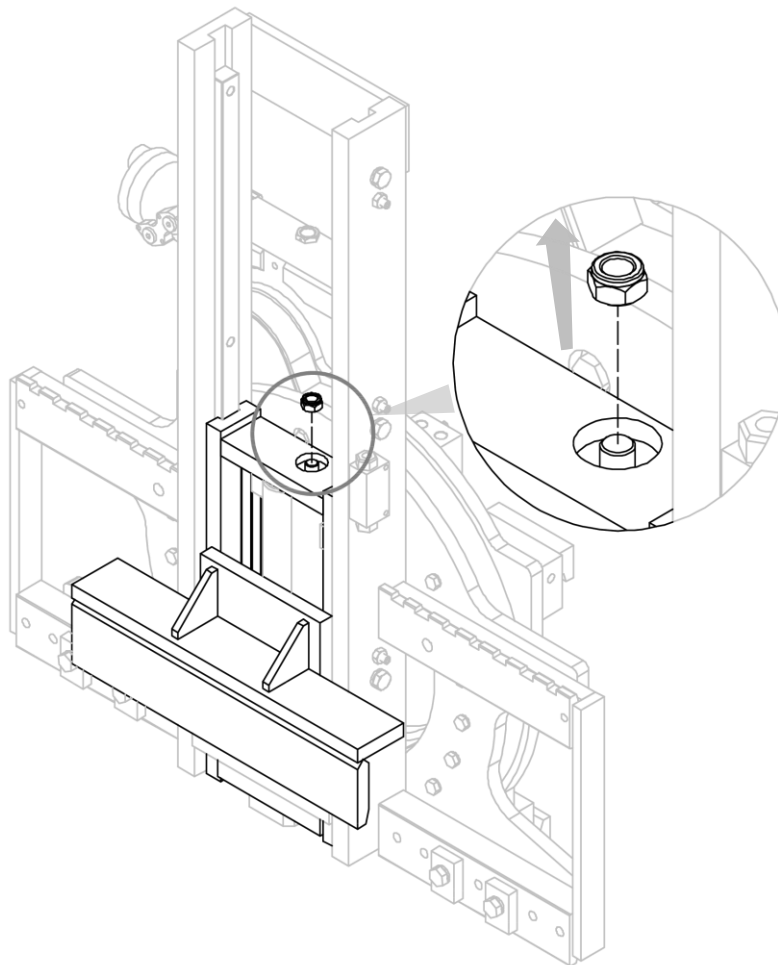

Figure 23
2. Retirer l'écrou qui raccorde la structure mobile à l'un des vérins (voir *Figure 23*).